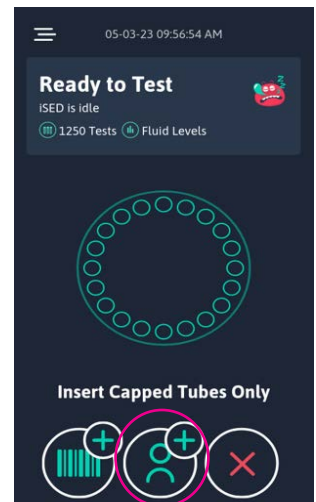

Figure 22
1. Sélectionnez l'icône représentant une personne avec le signe + (figure 22).